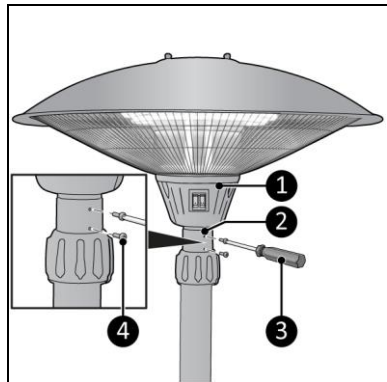

Figure 6
6. Reliez le capot chauffant (figure 6, pos. 1) au tube réglable (figure 6, pos. 2) à l'aide de deux petites vis (figure 6, pos. 4) et d'un tournevis cruciforme (figure 6, pos. 3).